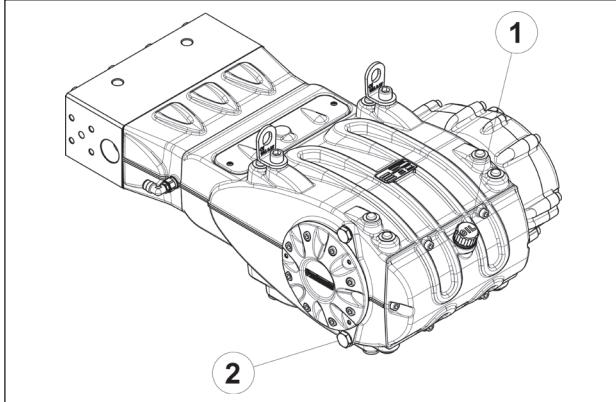

Рис. 1
Для слива масла снимите пробку для залива масла поз. ①, Рис. 1, а затем - сливную пробку поз. ②, Рис. 1.